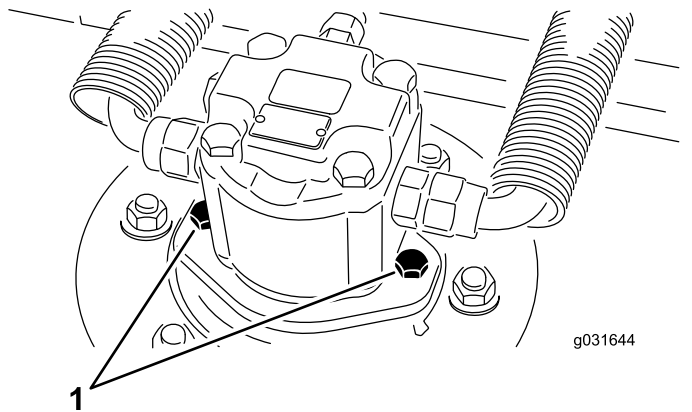

图 65
2. 卸下液压马达安装螺丝从剪草刀盘上断开并拆除液压马达 图 65。
4. 使用液压马达安装螺丝将液压马达安装到刀盘上 图 65。